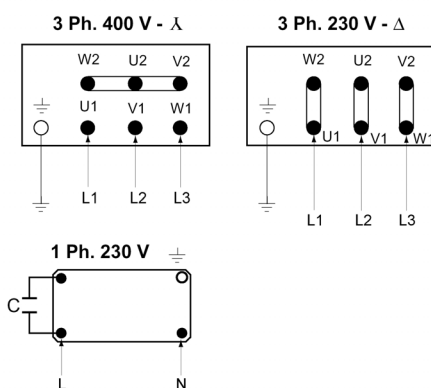

Fig. 4: Netzanschluss
- Netzanschluss siehe auch Fig. 4.